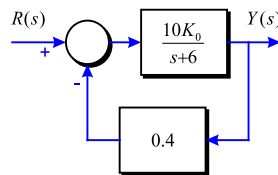

Figura 3-22
**Problema 76** Considerant el sistema de la Figura 3-22, si  $K_0 = 1$ , determineu: